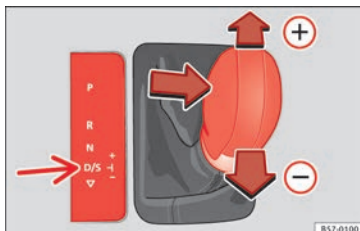

Fig. 179 Console centrale: cambio del rapporto di marcia con tiptronic.
- Tirare la leva selettrice in avanti  per inserire una marcia superiore » **fig. 179.**